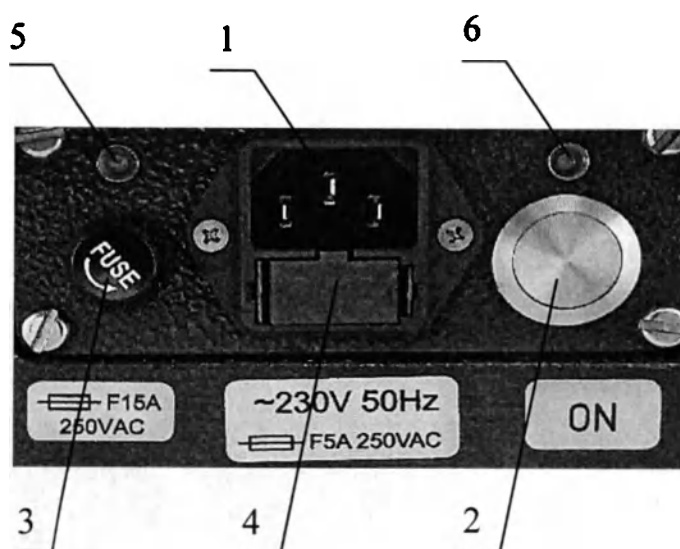

Рисунок 3. Панель питания.
9.6 В держатель предохранителя 3, расположенный на панели питания (Рисунок 3) установите предохранитель 15А. Для этого необходимо снять крышку держателя предохранителя, открутив ее в направлении против часовой стрелки, установить предохранитель и закрутить крышку в обратном направлении.
9.8 На панели питания (рисунок 3) нажмите кнопку 2. При этом загорится светодиодный индикатор 6. Стол готов к работе.
разряжена». При разряженных батареях вставьте один конец съёмного шнура питания в разъём 1 (Рисунок 3), а второй – в сеть питания $\sim(230\pm 23)\text{В}$, $(50\pm 0,1)\text{Гц}$. Степень зарядки отображается на индикаторе 3.
Внимание! Зарядка аккумуляторных батарей должна проводиться при включенном столе. При этом должны гореть оба светодиодных индикатора 5,6 (Рисунок 3). Если индикатор 6 не горит, нажмите кнопку 2 на панели питания (Рисунок 3).